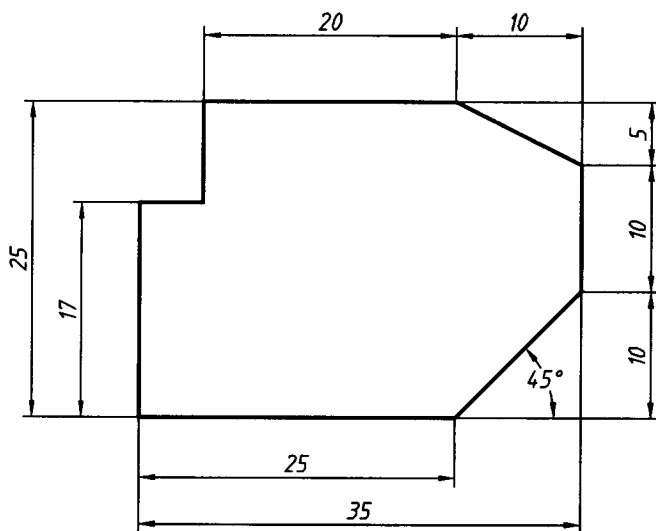

图 1-1
(3) 绘制图 1-1 所示的平面图形
完成图形绘制, 见图 1-1。
(4) 将绘制的图 1-1 所示的图形文件存盘
在另一个新的图形文件中, 绘制该图形。仍然采用图 1-1 所示的图形所设置的文件绘图环境。此时, 为方便起见, 可使用“另存为”对话框, 将图 1-1 所示的图形文件另存为一个新文件, 用“删除”命令将原图形全部删除, 此时, 可进行新的图形的绘制。